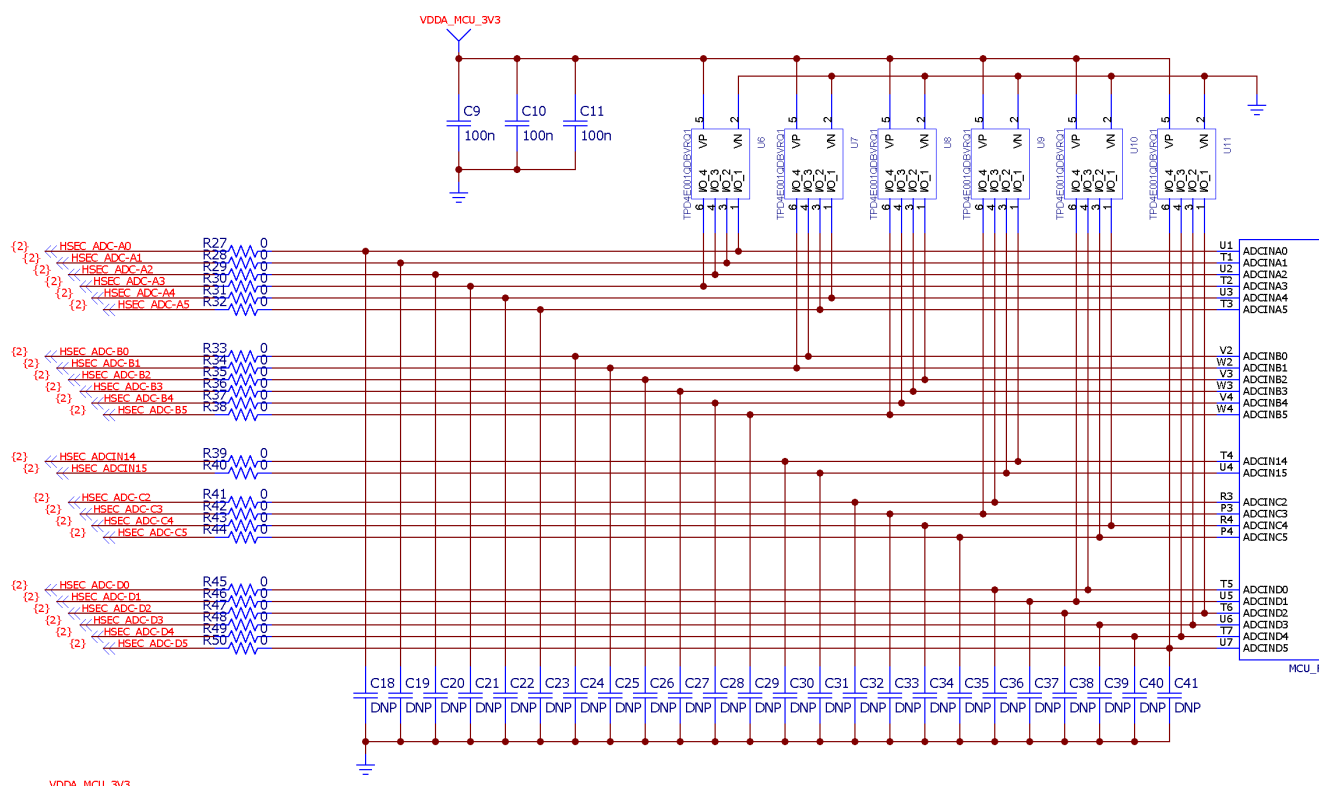

图 4-3. 展示默认 R 和 C 值的部分原理图
板载电阻器和电容器：默认情况下（图 4-3），ADC 引脚的所有内联电阻器都是简单的 0Ω 分流电阻器，所有连接至接地平面的电容器均未组装。虽然此电路可用于为 ADC 输入提供电压，但可能需要根据电压源的特性组装电阻器 (R) 和电容器 (C)。请参考 **ADC 输入模型**，ADC 输入有自己的 RC 网络，由内部采样保持电容器、开关电阻和寄生电容组成。通过改变内联电阻和并联电容，可以优化输入电路，以协助稳定时间和/或对输入信号进行滤波。最后，一般建议是使用 $\pm 0\text{ PPM}/^\circ\text{C}$ (NP0/C0G) 电容器，因为这些电容器在整个温度和输入频率方面的稳定性比其他类型的电容器更好。